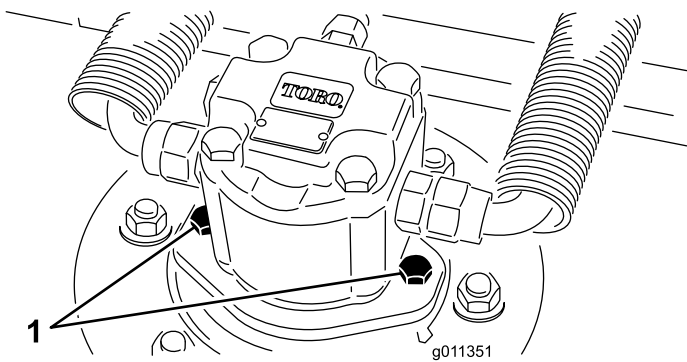

图 10
2. 从刀盘中断开并取出液压马达(图 10)。盖住锭轴的顶部防止污染。
4. 将液压马达安装到刀盘上 (图 10)。确保 O 形圈到位且没有受到损坏。